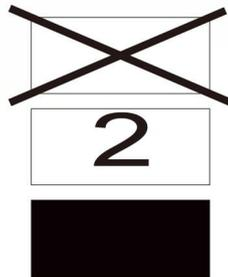

图 3-2 禁止多层叠放图
3) 包装的成品可以叠放在一起运输或存储，但是最多只能叠一层。总的高度不能超过 2 层。如图 3-2 所示。